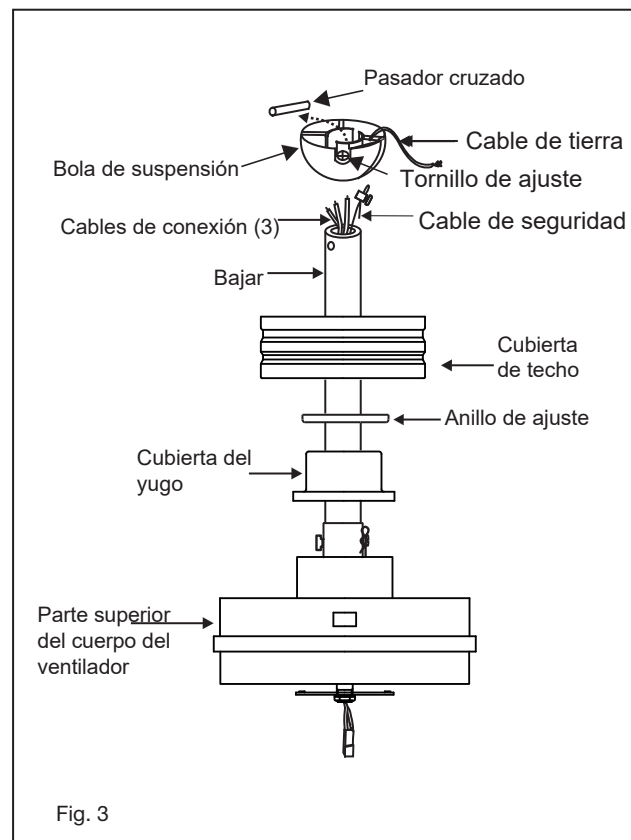

Fig. 3
- 1 Deslice la cubierta del yugo, el anillo de ajuste y la capota sobre la varilla. (Fig. 3)
- 1 Retire la placa de pared existente y el interruptor antiguo de la caja de salida de pared. (Fig. 3)